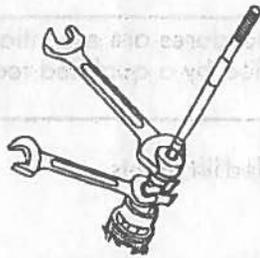

FIGURA 1
7. Empuje el amortiguador del tensor interior para exponer las partes planas donde agarra con las llaves. Desdoblille el tensor viejo de la cremallera y piñón. Para evitar daños a la cremallera de tal manera que resista la fuerza de rotación que se requiere para apretar el tensor (Figura 1).
9. Aplique un momento de tensión a la cremallera y piñón de 95-100 N-m (70-74 libras-pie). Para evitar daños a la cremallera y piñón, se debe apoyar el engranaje de la cremallera de tal manera que resista la fuerza de rotación que se requiere para apretar el tensor (Figura 1).